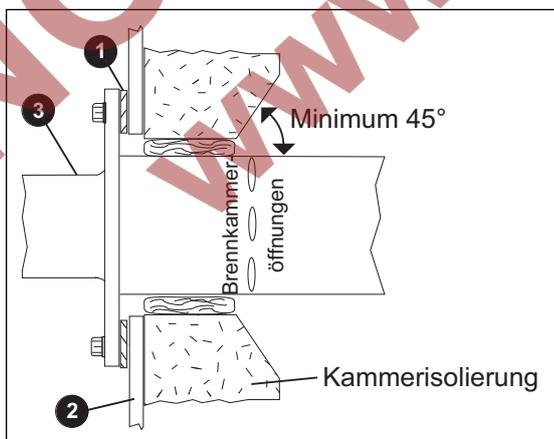

Abbildung 3.3. Kammerwand
Stellen Sie sicher, dass die Kammerwand ② stabil genug ist, um das Gewicht des Brenners ③ aufzunehmen. Falls erforderlich, verstärken Sie den Montagebereich. Siehe hierzu Abbildung 3.3.